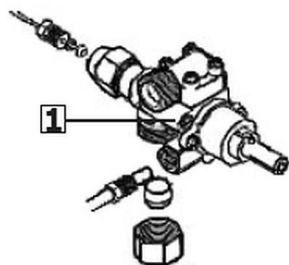

Fig. 11
2. Régler le débit minimal ou la vis bypass (1, fig. 11).